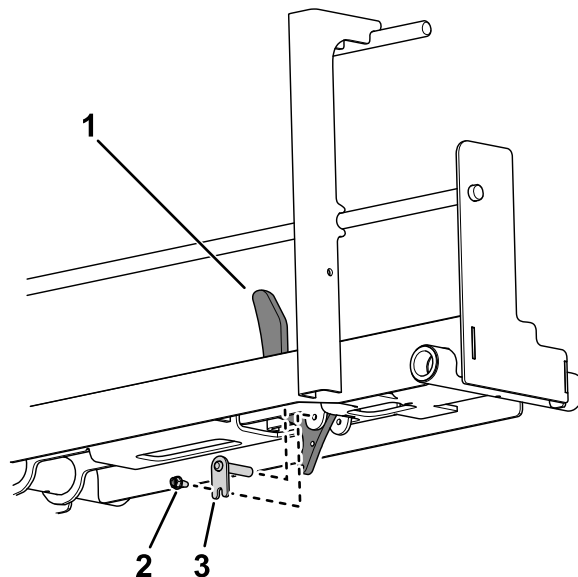

**Рисунок 11**
3. Используйте гайку (1/4 дюйма) для установки бампера на узел рамы (Рисунок 11).